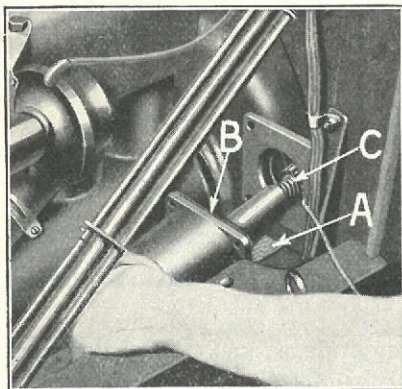

Fig. 300
- 513** Løft Gearkassens Forende og indsæt en 2" Trækile mellem Gearkassen og Krumtaphuset (Fig. 300-A). Udtag da samtidig Startmotoren med Pakning »B« og Bendixkoblingen »C«.
- (d) Anbring Trækiler (Fig. 300-A) paa Krumtaphuset.
- (f) Undersøg Startmotorpakningen (Fig. 300-H); hvis den er haard eller trevlet, indsættes en ny.
- (g) Før Bendixdrevet tilbage til Enden af Akslen (Fig. 300-C).